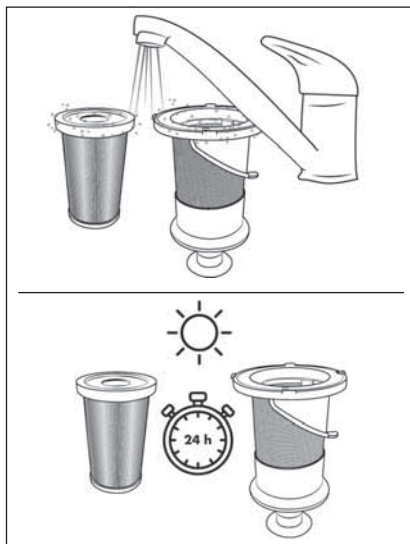

Afb. 21
- 4) Haal het EPA-filter **5** uit het RVS-filter **6** door in de opening van het EPA-filter **5** te grijpen en het uit het RVS-filter **6** te trekken (zie afb. 21).